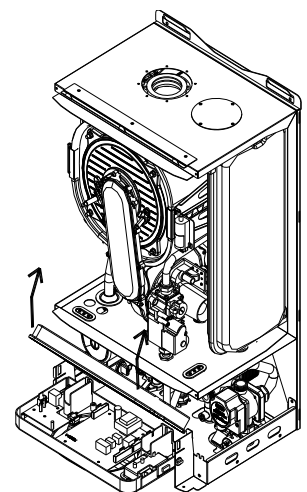

Fig. 6
- Dévisser les quatre vis de fixation (fig. 6) et retirer le capot